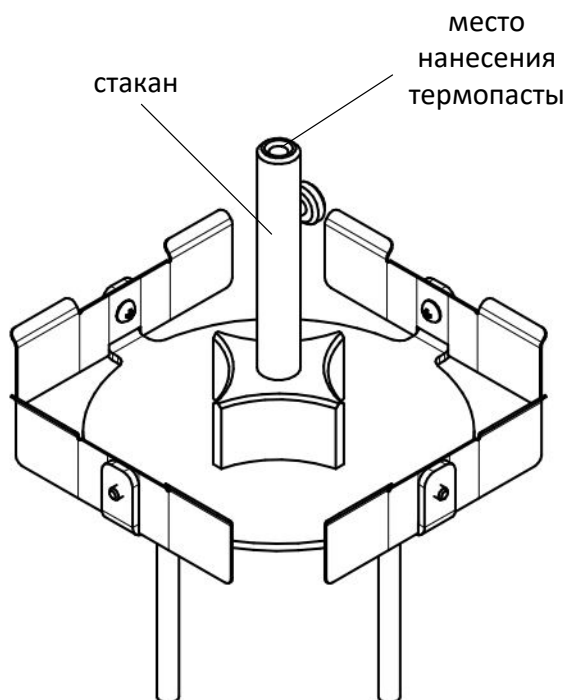

Рисунок 30 – Подготовка к проверке погрешности измерения температуры - Шаг 3
5.7.1 При калибровке колец по температуре используется специальное приспособление устройство температурной калибровки для 4-х колец (далее - Калибровочное приспособление) (см. рисунок 30) и образцовый термометр типа LTA-H.
5.7.4 Нанести термопасту внутрь стакана (см. рисунок 30).